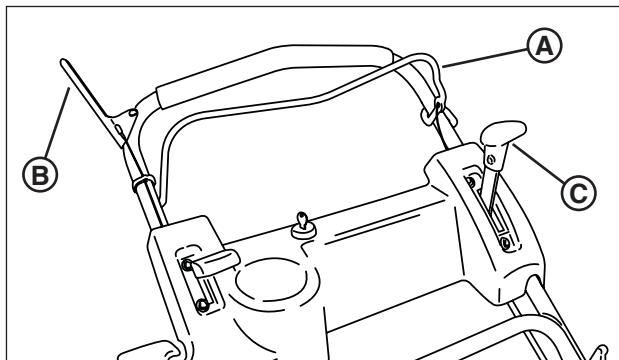

Figure 1 : Commandes de la tondeuse
2. Vérifier la commande de lame (**A, Figure 1**), la commande d'entraînement (**B**), et la commande de vitesse d'avance (**C**) pour s'assurer qu'elles fonctionnent librement.